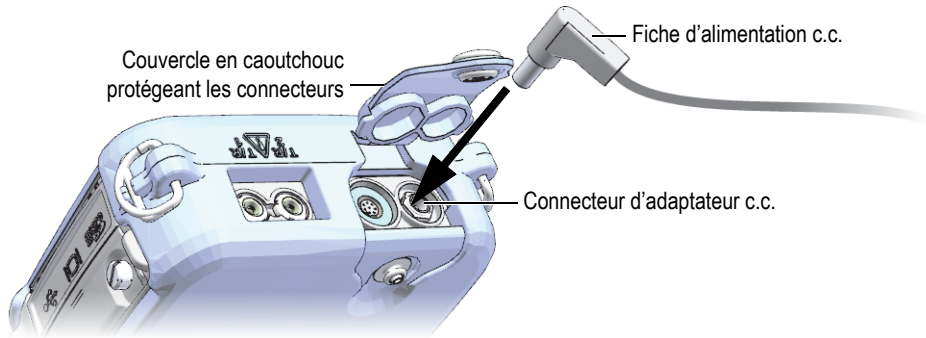

Figure 2-3 Branchement de la fiche d'alimentation c.c.
2. Sur le 39DL PLUS, soulevez le couvercle en caoutchouc qui recouvre le connecteur d'adaptateur c.c. sur le dessus du 39DL PLUS (Figure 2-3 à la page 51).
3. Branchez la fiche d'alimentation c.c. du chargeur-adaptateur dans le connecteur d'adaptateur c.c. (Figure 2-3 à la page 51).